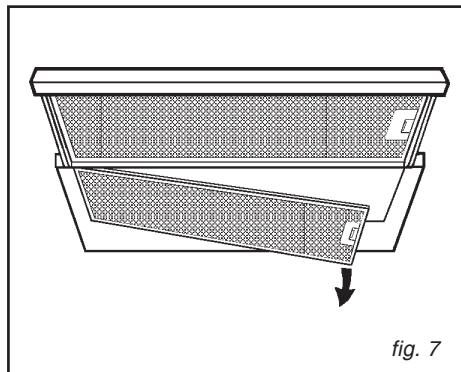

fig. 7
• **Ausbau des Fettfilters (Abb. 7)**
In Übereinstimmung mit dem Handgriff den Feststeller nach innen stoßen und den Filter nach unten ziehen (Abb. 7); Schiebegestell öffnen und den zweiten Filter auf dieselbe Weise entfernen. Die Kohlenfilter können mittels Drehung